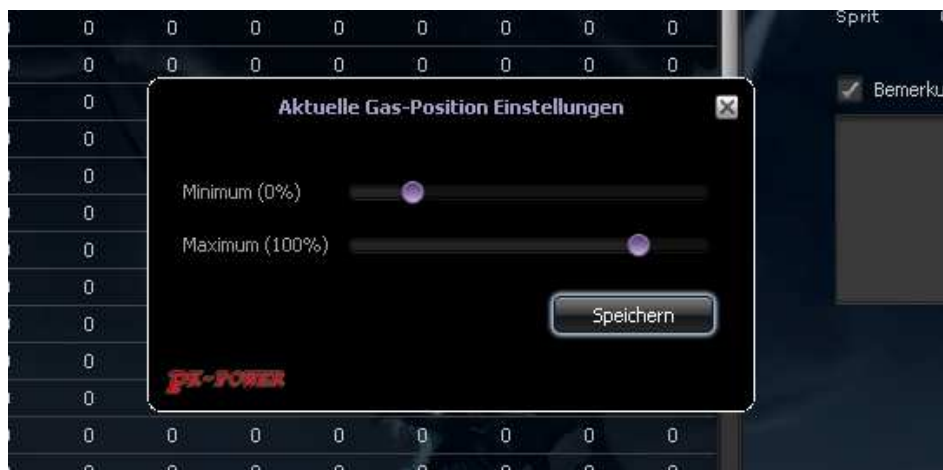

Bild 3.1
5. Ein neues Fenster mit zwei Schiebereglern wird geöffnet (Bild 3.1)